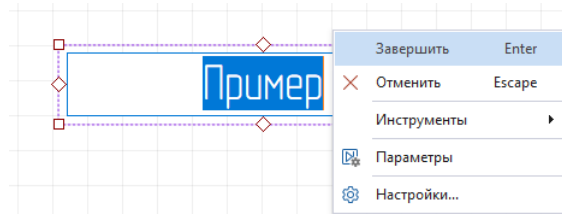

Рис. 325 Завершение добавления текста
- После ввода текста и настройки его параметров нажмите Enter или выберите «Завершить» в контекстном меню, Рис. 325. Выбор пункта «Отменить» сбросит добавление текстового поля без сохранения, но инструмент «Разместить текстовое поле» останется активным.